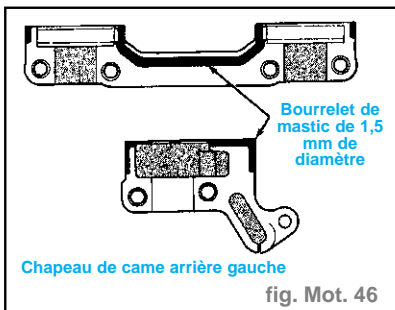

fig. Mot. 46
- Appliquer du mastic aux chapeaux de palier n°1 et n°6 (fig. Mot. 46). Poser les chapeaux de palier et serrer les fixations **M8** au couple de **2,8 daN.m**.